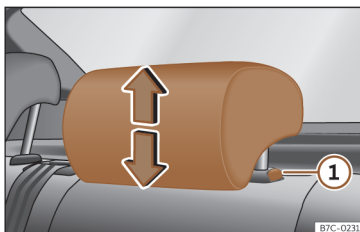

Fig. 101 Encosto de cabeça traseiro: ajuste do encosto de cabeça.
- Agarre o encosto de cabeça com ambas as mãos pelos lados e empurre para cima até o encaixar na posição desejada. Para baixá-lo, proceda da mesma forma, pressionando o botão lateral ① >>> **Fig. 101**.